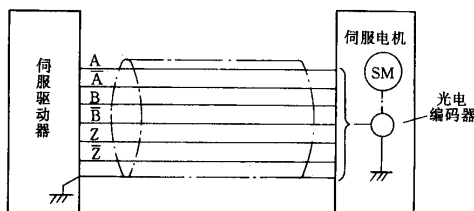

图 4 编码器电缆双端接地
(4) 当电缆的长度 $l > 0.15\lambda$ ($\lambda = c/f$) 时, 则采用多点接地。一般屏蔽层按 0.05λ 或 0.1λ 的间隔接地, 至少应该在屏蔽层两端接地, 以降低地线阻抗, 减少地电位引起的干扰电压。
(5) 数控系统中数控装置与伺服驱动器、变频器间的信号传输线一般推荐采用屏蔽双绞线, 且屏蔽层采用双端接地方式。
(6) 对于输入信号电缆的屏蔽层不能在机壳内接地, 只能在机壳的入口处接地, 此时屏蔽层上的外加干扰信号直接在机壳入口处入地, 避免屏蔽层上的外加干扰信号带入设备内部的信号电路上。
(7) 对于高输入或高输出阻抗电路, 尤其是在高静电环境中, 可能需要用双层屏蔽的电缆, 这时内屏蔽层可以在信号源端接地, 外屏蔽层则在负载端接地。
(8) 在实现屏蔽层接地时应尽量避免产生所谓“猪尾巴”效应, 多芯电缆屏蔽层一般用电缆金属夹钳接地, 见图 4。